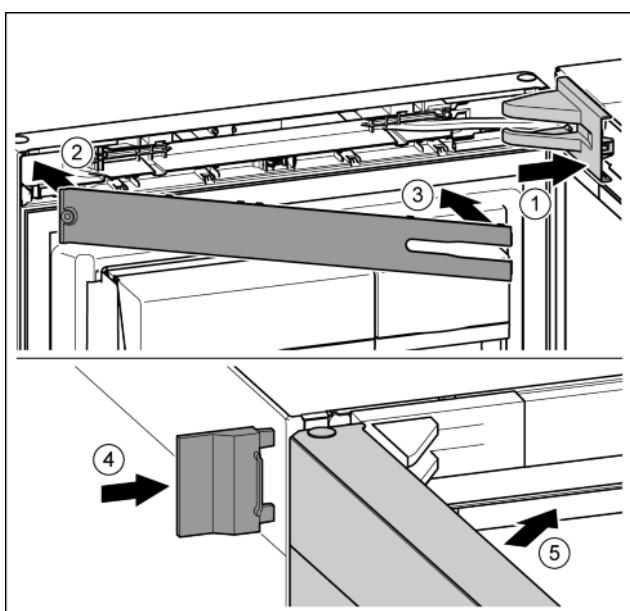

Fig. 42
- ▶ Встановіть та зафіксуйте кришку опорного кронштейна, у разі необхідності — обережно розтисніть. Fig. 42 (1)
- ▶ Встановіть накладку. Fig. 42 (2)
- ▶ Поверніть і зафіксуйте накладку. Fig. 42 (3)
- ▶ Насуньте зовнішню кришку. Fig. 42 (4)
- ▶ Закріпіть верхні дверцята. Fig. 42 (5)